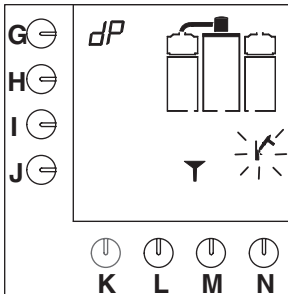

Fig. 16 Demande de remplissage avec la solution de détartrage du système de filtration
- Vous entendrez un signal sonore, le symbole en forme de marteau clignote et un entonnoir apparaît sur l'écran de contrôle (fig.16).